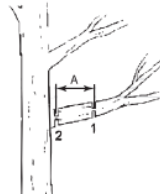

Рисунок 6
- Під час спилювання гілок діаметром більше ніж 100 мм, рекомендується спочатку відпиляти основну частину гілки (1), а потім – решту частину гілки (2) (див. Рисунок 6). Відстань (А) між пропилами (1) і (2) має становити приблизно 250 мм.